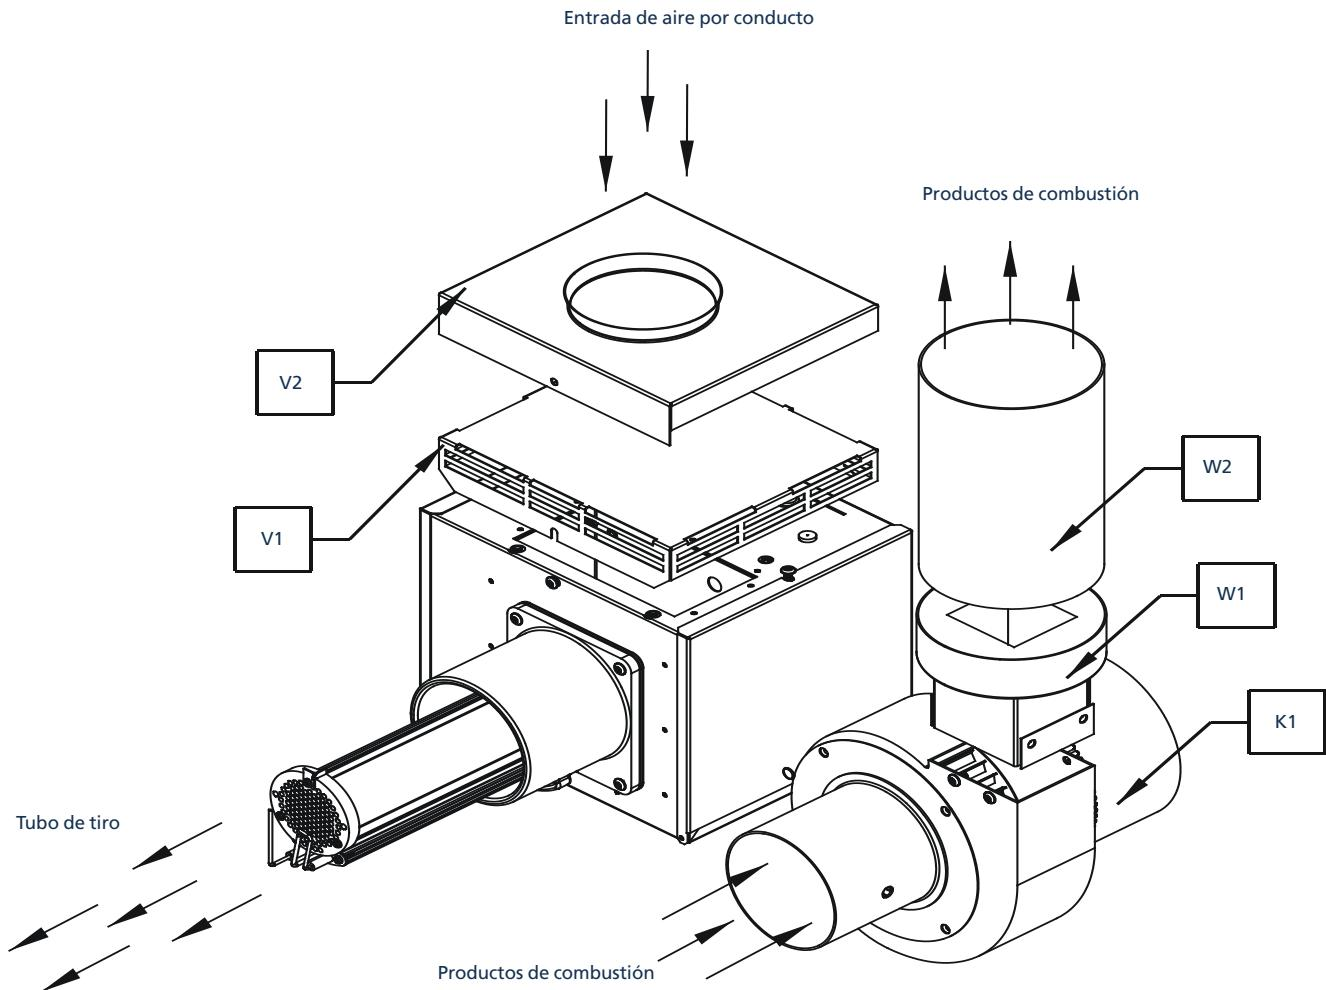
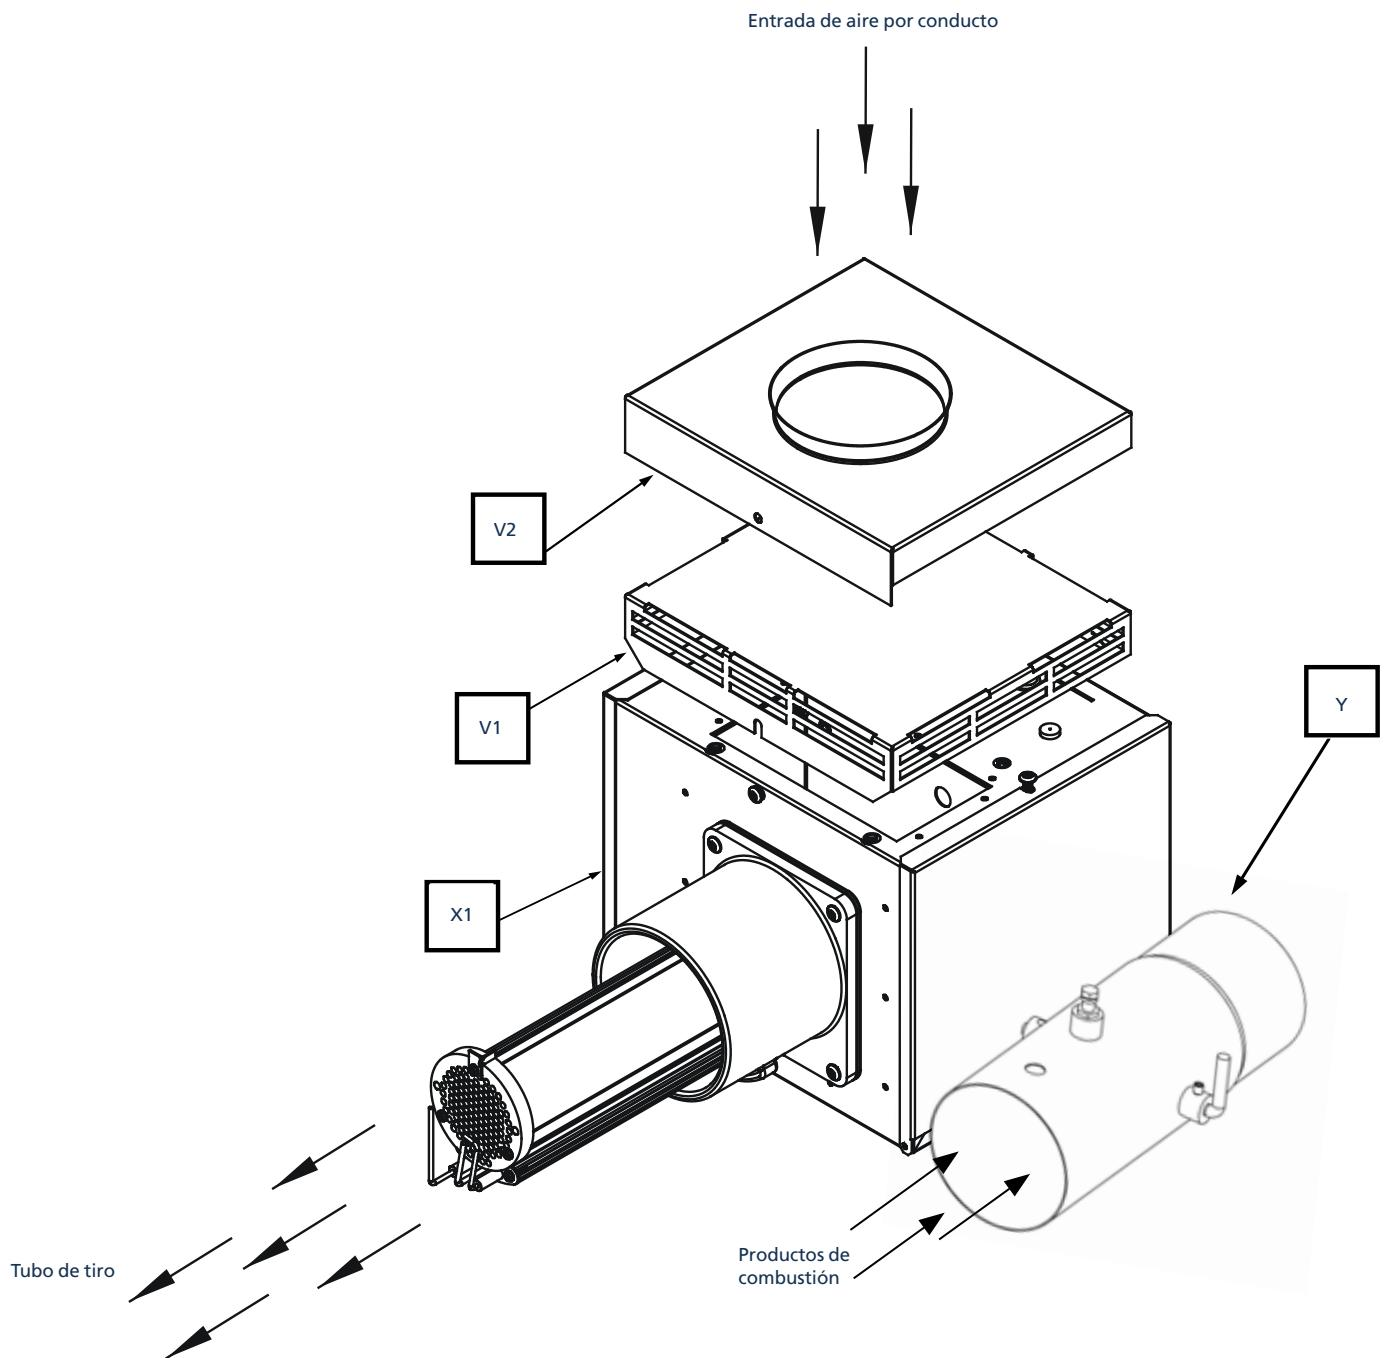

Figure 18. Opción 1. Acoplamiento del sistema de salida de humos a quemadores inducidos (VSUTE)
Figure 20. Opción 3. Acoplamiento del sistema de salida de humos a quemadores inducidos (VSLHE)
Dependiendo del tipo de quemador instalado en su calefactor, dispone de distintas opciones de configuración de la salida de humos y la entrada de aire de combustión, descritas entre la Ilustración 18 - Ilustración 20:
- Opción 1: para el quemador inducido con/ sin salida de humos y/o entrada de aire por conducto opcional, consulte la Ilustración 18.
- Opción 3: para calefactores en espiga, consulte la Ilustración 20 de la página 20 y el apartado 1.7 de la página 9 Sistemas en espiga (UHE/LHE).